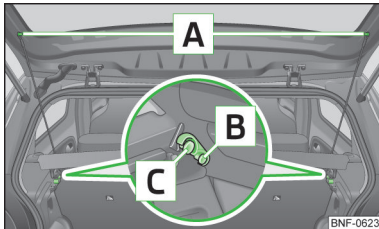

Fig. 70
Dacă benzile de susținere **A** » fig. 70 sunt agățate de capota portbagajului, atunci la deschiderea capotei se ridică și masca portbagajului (denumită în continuare doar mască).
- Fixați masca în elementele de susținere **B** » fig. 70.
Masca se desprinde din elementele de susținere **B** » fig. 70.
- Desprindeți benzile de susținere **A** » fig. 70 de pe ambele părți ale capotei portbagajului.
- Așezați masca pe elementele de susținere **C** » fig. 70 și loviți ușor pe partea superioară a măștii pentru fixarea acestora în elementele de susținere.
Aveți întotdeauna grijă ca masca portbagajului să fie fixată corect în suporturile laterale **C** » fig. 70 - pericol de deteriorare a măștii portbagajului, respectiv a portbagajului.